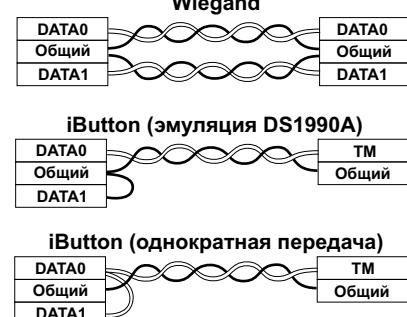
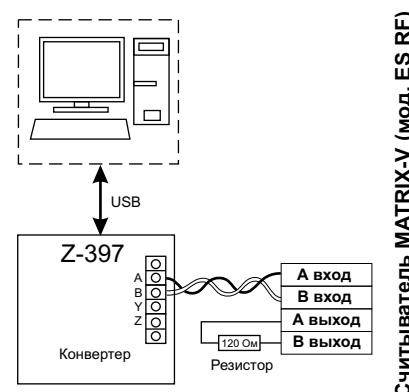

Рис.3 Выбор протокола передачи
Рис.4 Схема подключения по RS-485
- при подключении по Wiegand-26 первая витая пара подключается между GND и DATA0, а вторая витая пара подключается между GND и DATA1 (Рис.3);
- при подключении по RS-485 один провод витой пары подключается на A, второй на B (Рис.4).
Считанный номер идентификатора передаётся на выходы DATA1 и DATA0 по протоколам iButton или Wiegand-26 в зависимости от выбора протокола передачи (рис.3), а также на "A вход" и "B вход" по интерфейсу RS-485 (рис.4).